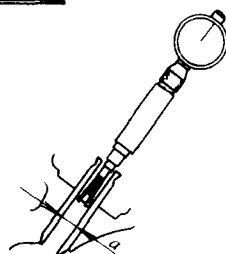

图 1-17 拆卸气门导管
(1) 使用气门导管拆卸工具拆卸气门导管,如图 1-17 所示。